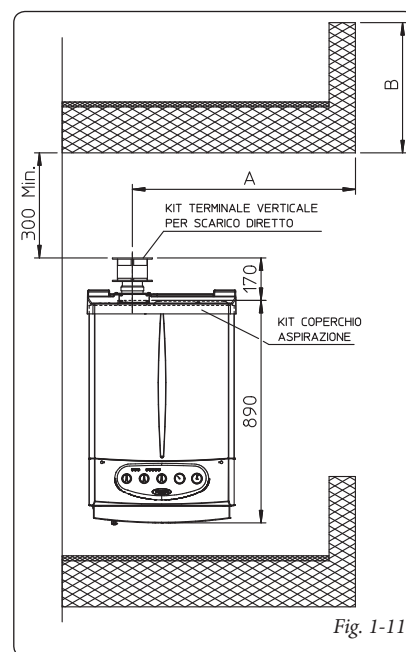

Fig. 1-11
**Esempio di installazione con terminale verticale diretto in luogo parzialmente protetto.** Utilizzando il terminale verticale per lo scarico diretto dei prodotti della combustione è necessario rispettare la distanza minima di 300 mm dal balcone sovrastante. La quota A + B (sempre rispetto ad un balcone sovrastante), deve essere uguale o maggiore a 2000 mm (Fig. 1-11).